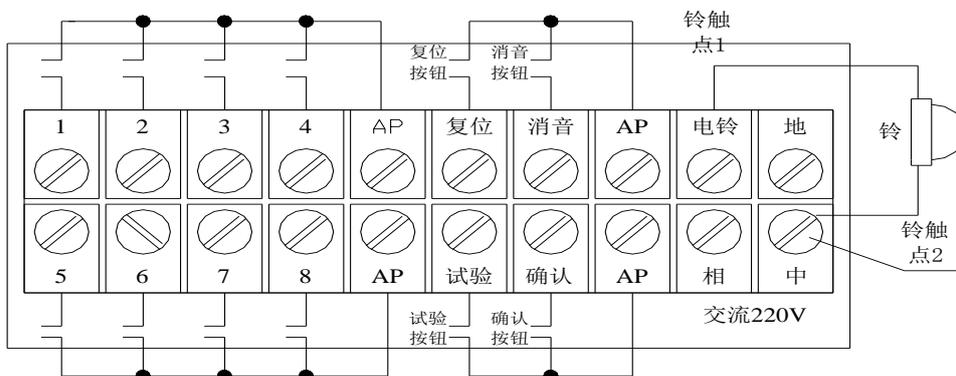

图5 XXS-95型信号报警器后背端子板接线图
输入信号接线：8个输入信号分别连接AP（如AP与信号1、信号2……信号8分别连接），见图5。
2.3.功能按钮的接线：每个功能按钮分别连接AP，如图5。
2.4.铃的接线：电铃接于端子排的“铃触点1”、“铃触点2”之间（电铃用户自配），见图5。